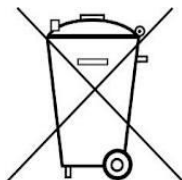
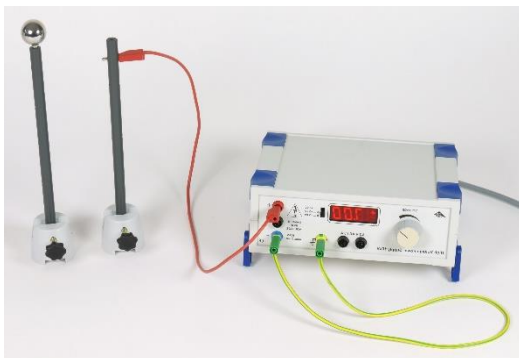

Fig. 2 Sostituzione dei fusibili
Fig. 3 Elettizzazione della sfera
- Estrarre il portafusibili sul retro dell'alimentatore utilizzando un cacciavite piatto (vedere Fig. 2).
La struttura sperimentale di questa prova è costituita da 2 parti. La fig. 2 corrisponde all'elettizzazione della sfera, la fig. 3 mostra il cablaggio dell'elettmetro per la misurazione della carica.